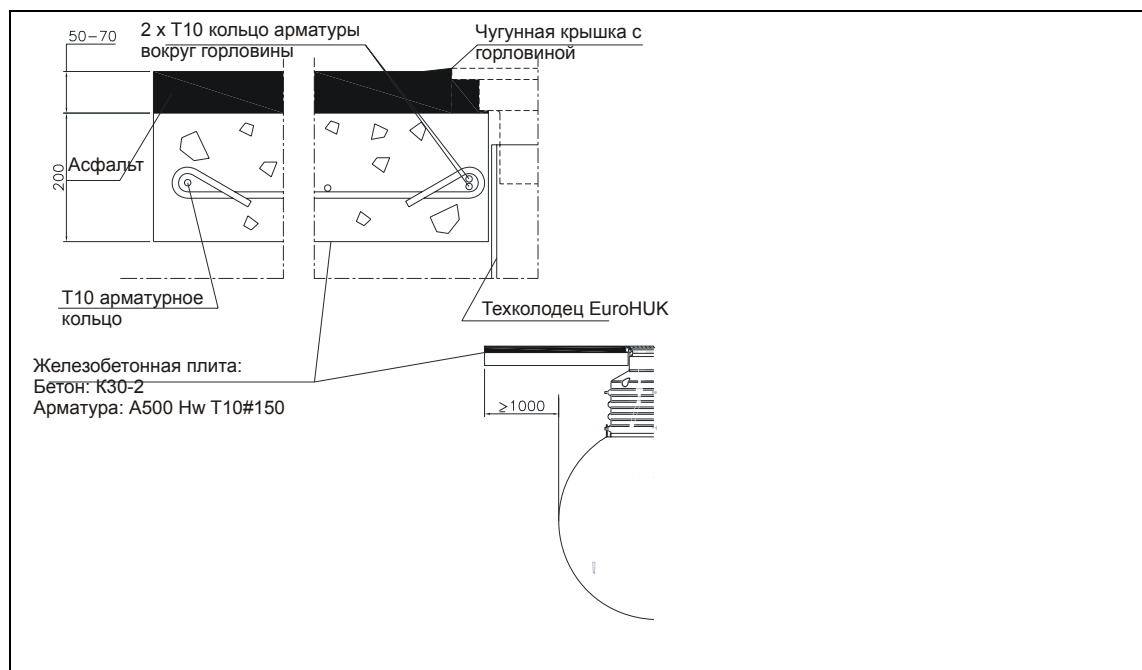

Рис. 6. Конструкция несущей плиты.
16. При установке системы в местах движения среднего и тяжелого транспорта установите бетонную плиту и уложите асфальт. (Рис. 6).